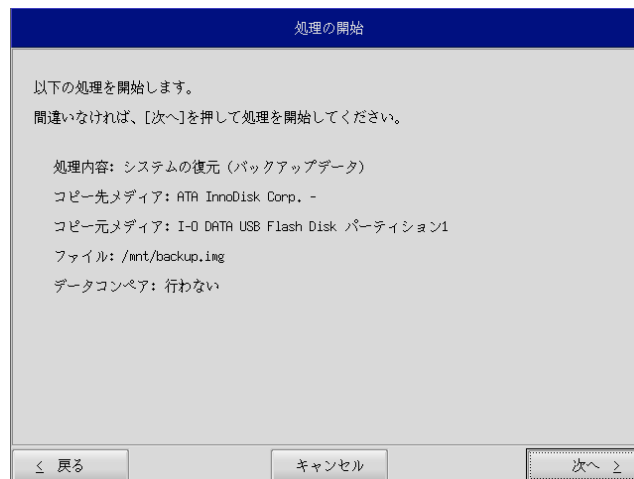

図 6-2-7. 確認画面
- ⑫ 確認画面(図 6-2-7)が表示されます。メディア、パーティション、保存ファイルを確認します。[次へ]ボタンを押します。